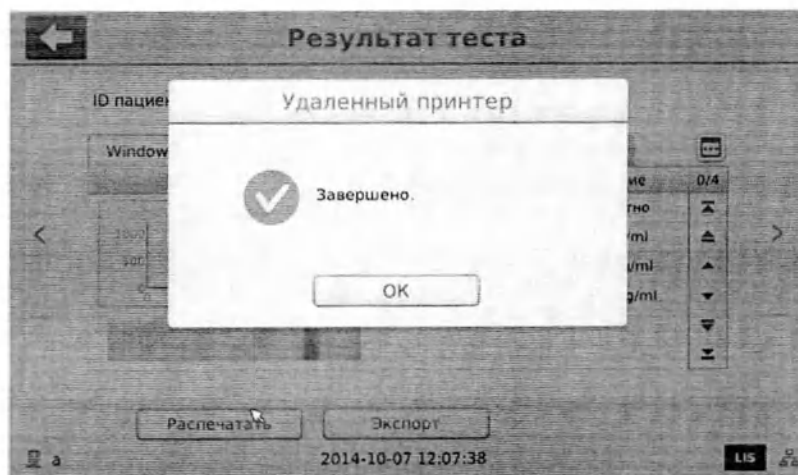

Рис. 17. Печать завершена
1) Нажмите «**Распечатать**» (рисунок 17) для того, чтобы распечатать результат.